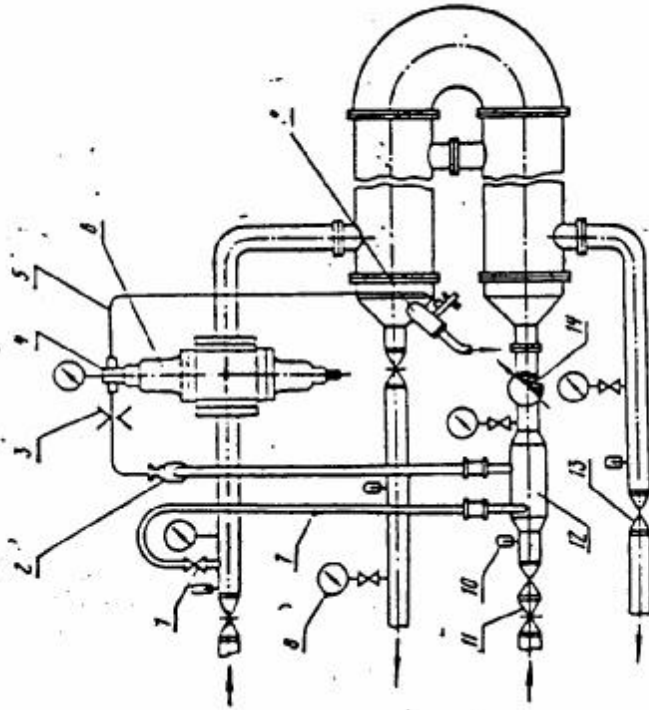

Рис. 7. Схема установки регулятора температуры:
2.5. Соединения гидравлических элементов при монтаже регулятора должны соответствовать схеме (рис. 7), которая допустима параллельно, так и последовательное включение подогревателей горячего водоснабжения.